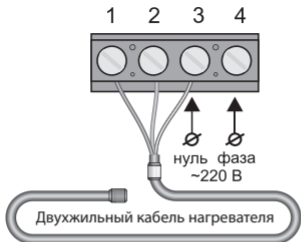

Рис. 3
Если у Вас 2-х проводная электрическая сеть (без проводника заземления), экран нагревателя подключается к нейтральному проводнику (N) сети питания, на клемму 3 (рис. 3).